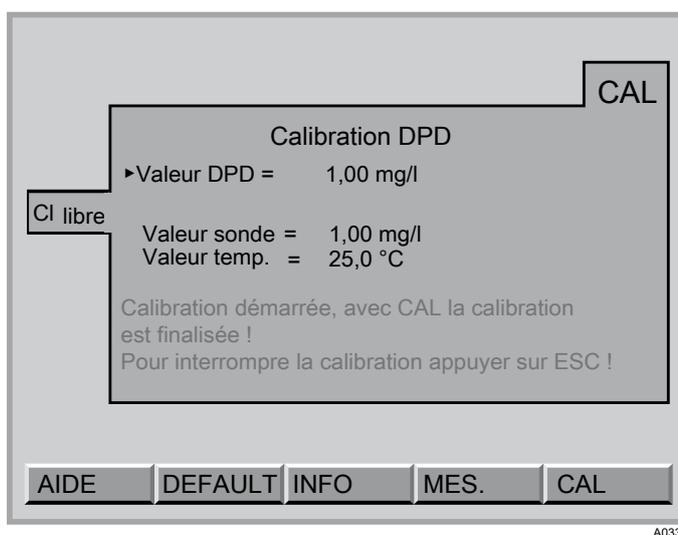

Fig. 13: Sélectionner [DEFAULT]
2. ➔ Appuyer sur la touche F2 (DEFAULT), voir Voir la Fig. 13